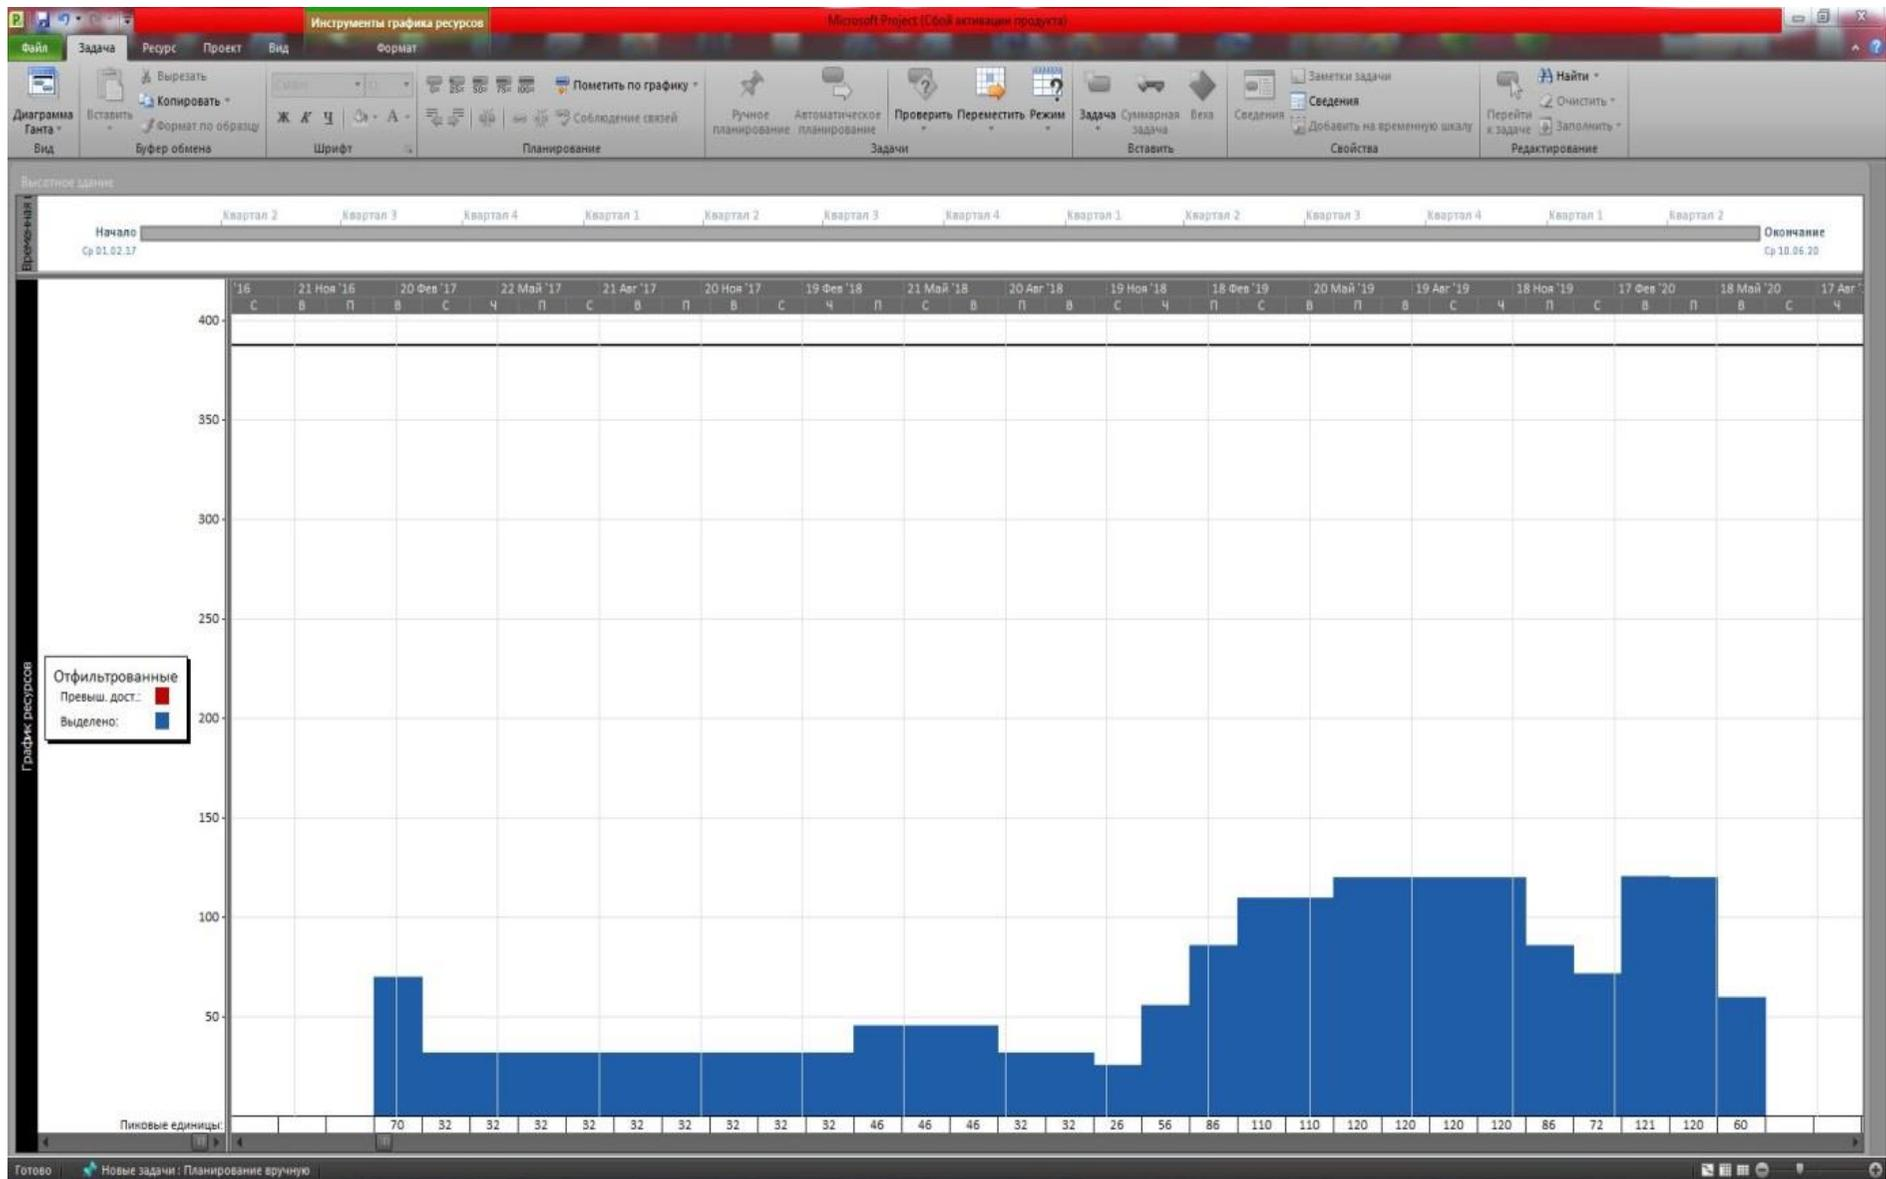
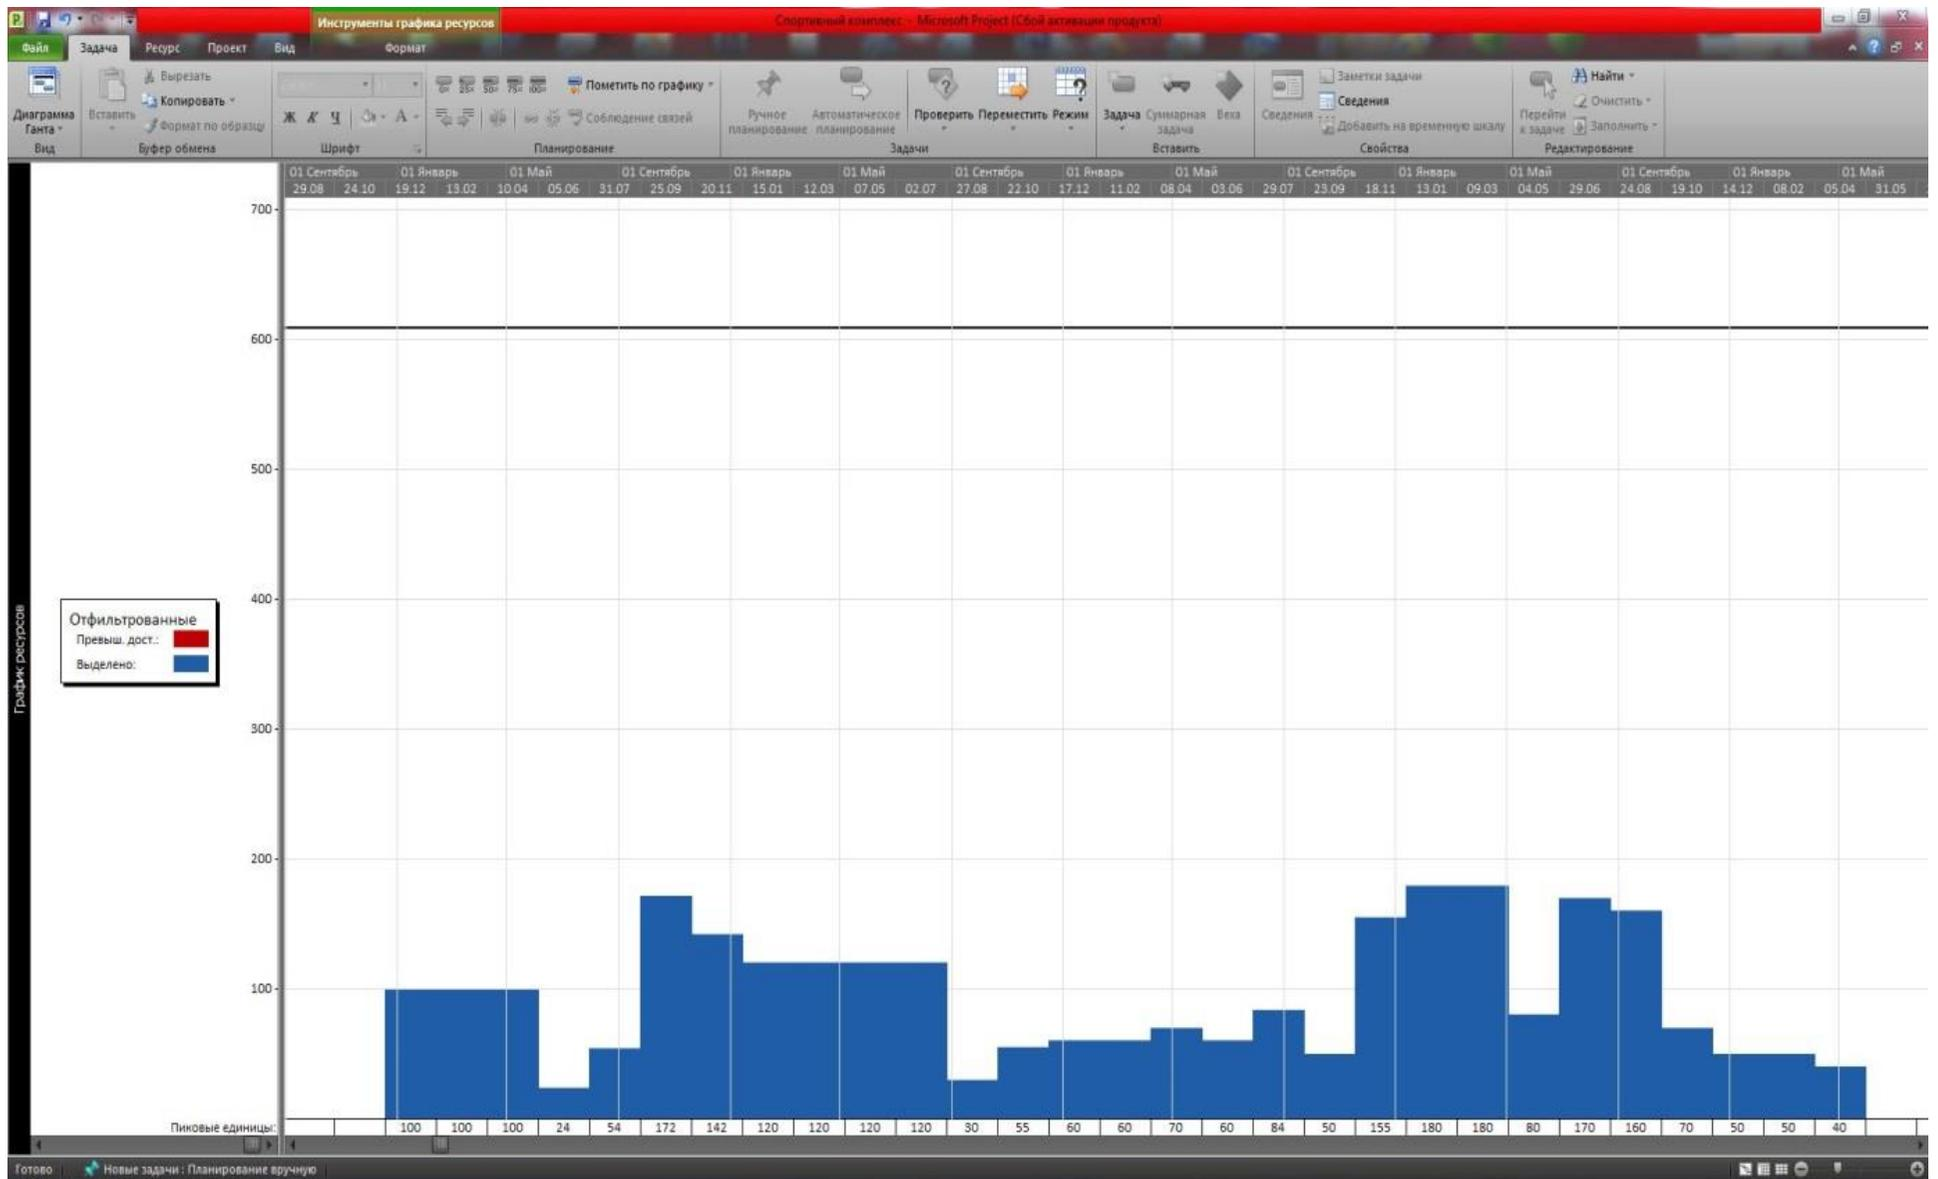

Рис. 37. График ресурсов для проекта Высотного здания (после редактирования)
Рис. 38. График ресурсов для проекта Спортивного комплекса (после редактирования)
17) Снова открываем «График ресурсов». Теперь весь график окрашен в синий цвет, что говорит о том, что в проект привлечено столько людей, сколько требуется для выполнения всех работ проекта. Окончательный вид графика представлен на рис. 37 для проекта Высотного здания и рис. 38 для проекта Спортивного комплекса.